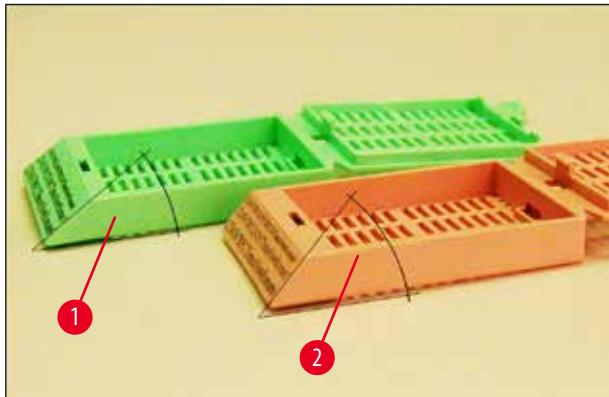

图 8
- 角度（→ "图 8"）（从底部测得）可以是 35°（→ "图 8-1"）或 45°（→ "图 8-2"）。